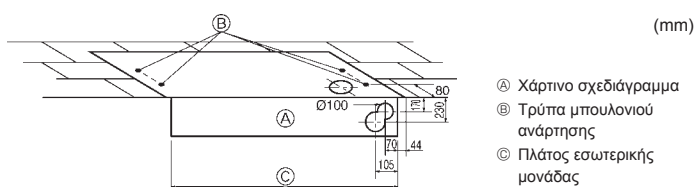

Fig. 3-3
3) Επιλογή μπουλονιών ανάρτησης και θέσεις σωληνώσεων (Fig. 3-3)